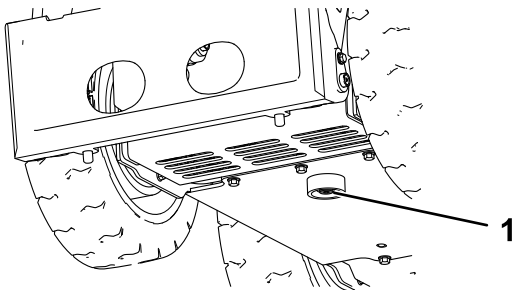

Figure 42
5. Retirez le bouchon de vidange au bas du réservoir hydraulique et attendez que tout le liquide se soit écoulé (Figure 42).